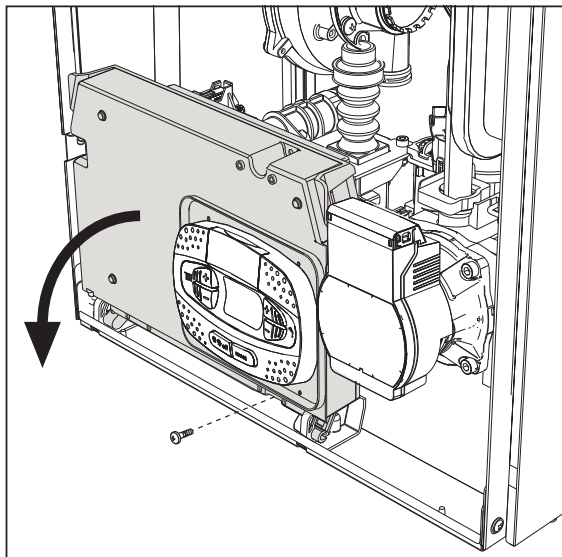
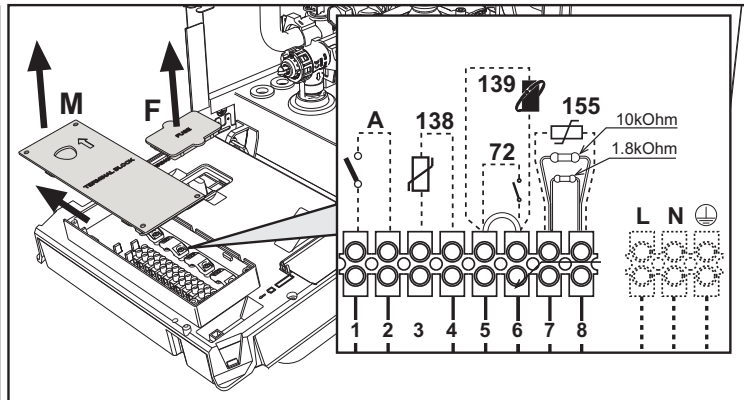

fig. 20
fig. 21
Tras quitar el panel frontal ( \*\*\* 'Apertura del panel frontal' on page 81 \*\*\*), es posible acceder a la regleta de conexión (M) y al fusible (F) según las indicaciones siguientes (fig. 20 e fig. 21). **Los bornes indicados en la fig. 21 deben tener contactos secos (no 230V).** La posición de los bornes para las diferentes conexiones también se ilustra en el esquema eléctrico de la fig. 57.